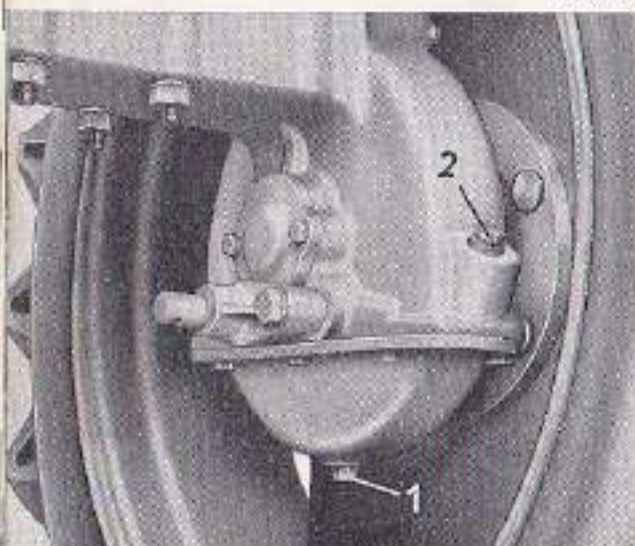

Bild 17
2. Ölablaßschrauben 1 (Bild 17) vom rechten und linken Vorgelege lösen und Öl ablassen.
5. Diesel-Kraftstoff zum Ausspülen in beide Vorgelege durch Öleinfüllöffnung 2 (Bild 17) einfüllen. Füllmenge je ca. 2 Liter.
Ölstand in Vorgelege monatlich prüfen. Hierzu Öleinfüllschrauben 2 (Bild 17) entfernen. Sollte Ölspiegel die Höhe der Öffnung nicht erreichen, dann Öl nachfüllen.